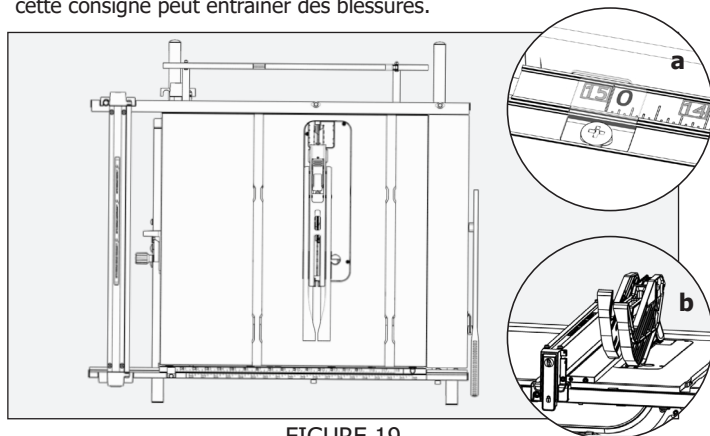

FIGURE 19
- Position 1 (P1): Utilisez l'échelle bleue pour les découpes gauches de 0 à 15 pouces. Utilisez l'indicateur de règle (FIGURES 19 et 19a)
Pour les matériaux fins, utilisez le guide situé à gauche de la lame. Repliez le guide fin pour permettre l'utilisation du protège-lame. Soustrayez 2 pouces de la balance pour une mesure précise (FIGURE 19 B).